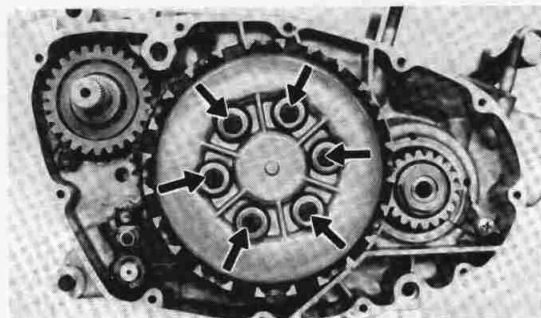

Fig. 3-3-8
1. Remove six clutch spring holding screws, pressure plate, clutch plates, friction plates, push rod 1 and ball. (Fig. 3-3-8)
1. Retirez les six vis maintenant les ressorts d'embrayages, le plateau de pression, les disques intérieurs, les disques de friction, la tige de débrayage 1 et la bille. (Fig. 3-3-8)